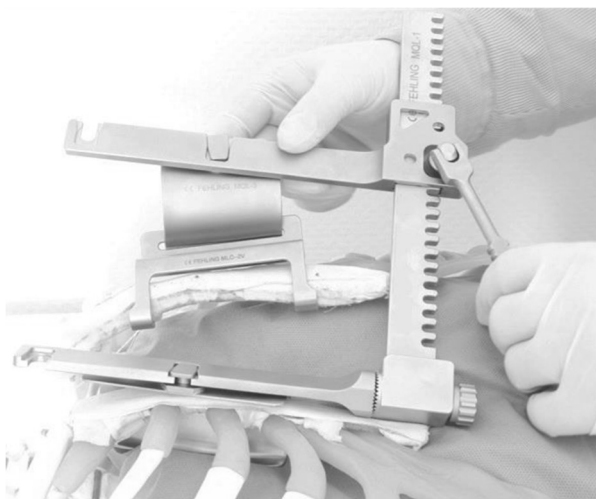

Fig. 14
5. Aprire il divaricatore fino a ottenere l'esposizione desiderata del torace (Fig. 14).